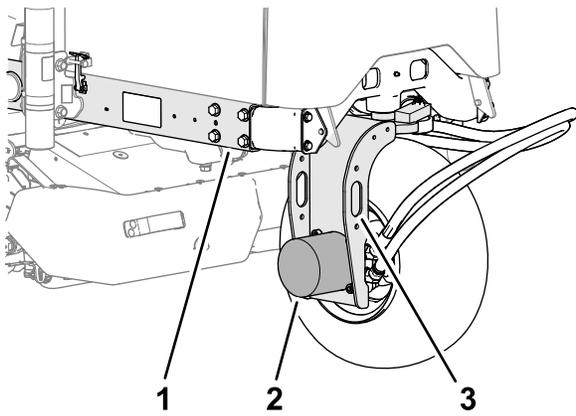

Figura 54
2. Sujete el polipasto al punto de amarre de la horquilla de la rueda trasera (Figura 54).